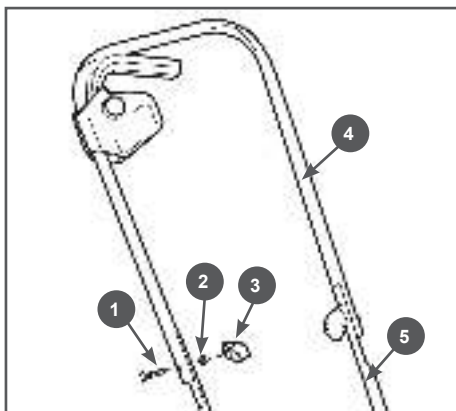

Рис. 2 Сборка рабочей рукоятки
2. Собрать и установить рабочую рукоятку. Для этого установите верхнюю 4 и нижнюю 5 части рукоятки, так чтобы совпали отверстия и соедините их при помощи болта 1, шайбы 2 и гайки 3 (Рис. 2).